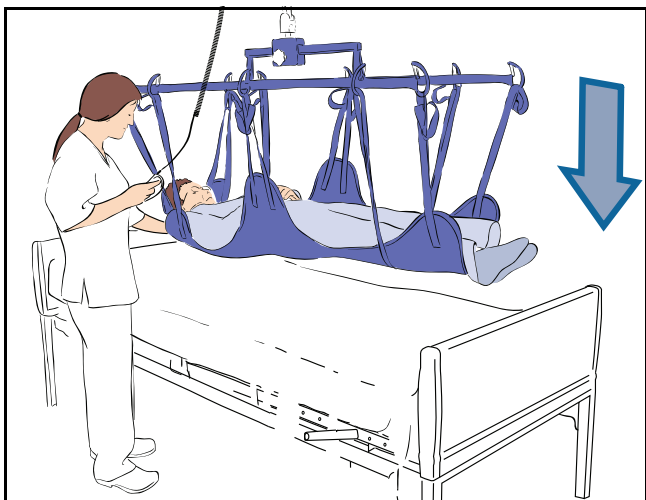

Fig. 16
- 10) Baixe o paciente até à nova localização (consulte a Fig. 16).